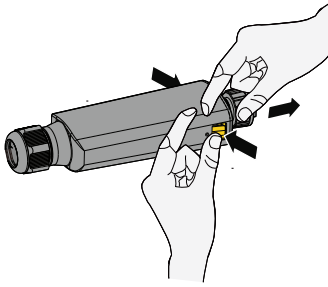

Abb. 45. Entriegelungsflaschen an Kommunikationseinheit eindrücken
1. Öffnen Sie die Kommunikationseinheit durch Eindrücken der beiden Entriegelungslaschen am Gehäuse ( Abb. 45).